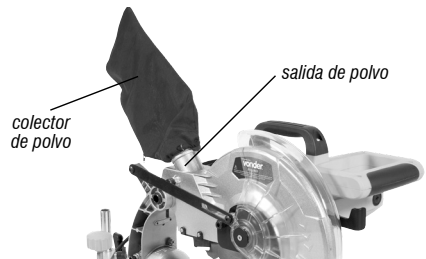

Fig. 2 – Instalación del colector de polvo
- Abra el bocal del colector de polvo (5) (fig. 2);